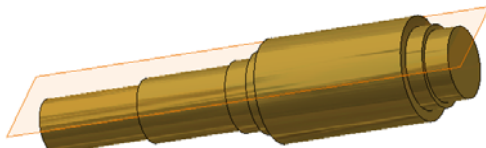

图 8-26 建立工作平面
①建立一个与直径为 30 的圆柱侧面相切的工作平面，如图 8-26 所示。